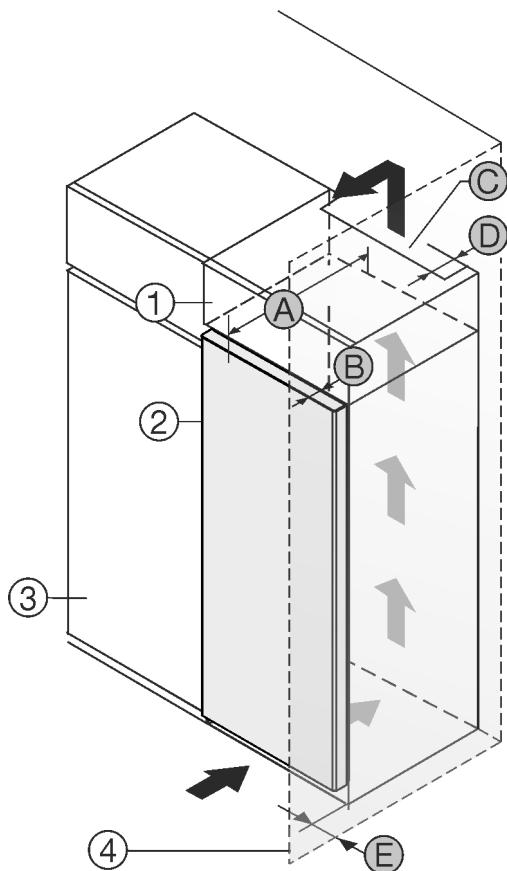

Fig. 1
Пристрій встановити безпосередньо поряд із кухонною шафою Fig. 1 (3).*
Зі зворотного боку шафи для встановлення на пристрой слід передбачити вентиляційну шафу завглишки Fig. 1 (D) на всю ширину цієї шафи.*
Слід дотримуватись вентиляційного отвору Fig. 1 (C) в стелі приміщення.*
Якщо пристрій із шарнірами встановлюється поряд зі стінкою Fig. 1 (4), відстань між пристроєм та стінкою повинна бути не менше 13 мм.*
Якщо пристрій із шарнірами встановлюється поряд зі стінкою Fig. 1 (4), відстань між пристроєм та стінкою повинна бути не менше 20 мм.*
Якщо пристрій із шарнірами встановлюється поряд зі стінкою Fig. 1 (4), відстань між пристроєм та стінкою повинна бути не менше 57 мм. Це відповідає необхідній відстані для ручки після відкривання дверцят.*
Щоб мати можливість повністю відкривати дверцята, потрібно, щоб пристрій стояв на відстані глибина дверей Fig. 1 (B) відносно передньої панелі кухонної шафи. Залежно від глибини кухонних шаф Fig. 1 (3) та використання пристінних розпірок пристрій може ще більше видаватися вперед.*